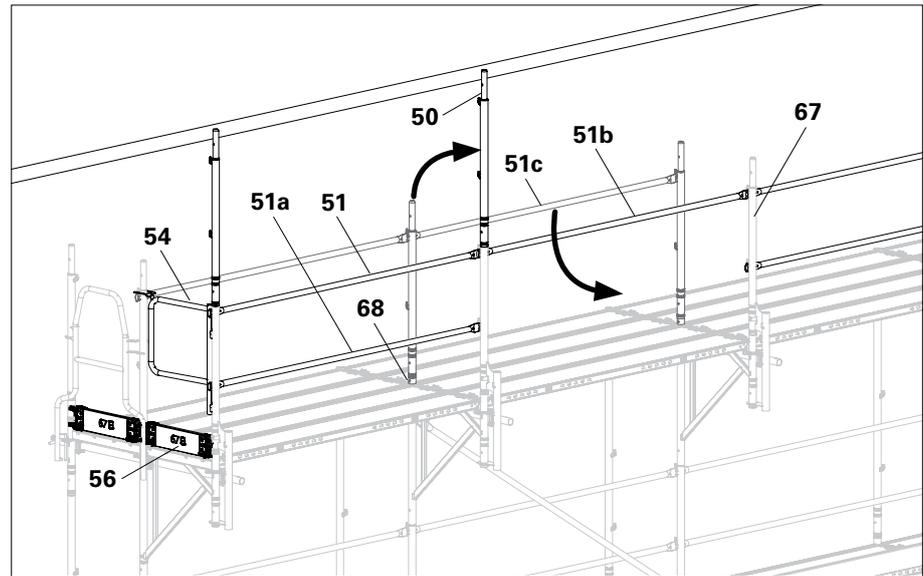

Abb. D2.03
- 1. In Randfeldern Geländerholm (51) und Zwischenholm (51a), dann Stirngeländer EPF 67 (54) montieren.
- 2. In Zwischenfeldern Geländerholme EPG (51b) an den Schutzwandpfosten EPS (67) einhängen.
- 3. Geländerholme (51c) am Grundgerüst abbauen und als Zwischenholme an den Schutzwandpfosten EPS (50) einhängen.
- 4. In Randfeldern Bordbrett UPF (56) einbauen.
- 5. Geländerpfosten EVP (50) von Kopfrahmen abbauen und auf Schutzwandpfosten aufstecken.
- 6. Zapfen mit Distanzrohr URE (68) abbauen.
- (Abb. D2.03)